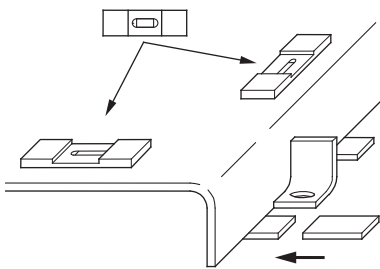

Fig. 7: Nivellering og justering af grundpladen
- Læg grundpladen på, og niveller den i begge retninger med yderligere udligningsskiver (se fig. 7).
- Juster det komplette aggregat ved opstillingen på fundamentet ved hjælp af vaterpasset (på akse/trykstud) (se fig. 7). Grundpladen bør i vandret plan ligge inden for en tolerance på 0,5 mm pr. meter.